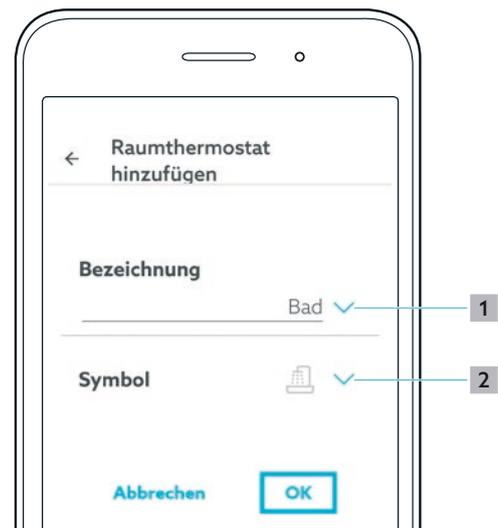

Fig. 13: Application ClimaCon F - Écran d'accueil
En appuyant sur la flèche (position **1** sur la Fig. 13 en page 16), vous avez la possibilité de faire votre choix dans une liste prédéfinie.
- 6 Sélectionner un symbole approprié dans la liste (position **2** sur la Fig. 13 en page 16).